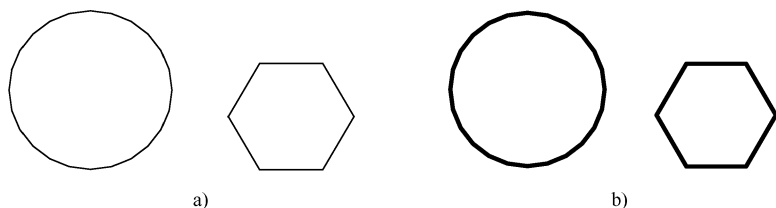

图 4-20 “显示线宽”复选框选择效果示例
- “显示线宽”复选框：用于在当前图形中显示实际所设线宽，如图 4-20 所示。